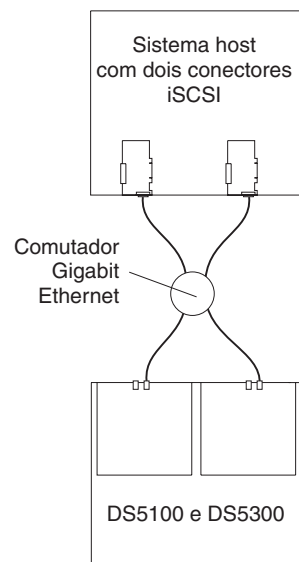

Figura 83. Exemplo de uma configuração de um único host com múltiplas portas
- Configuração de um único host com múltiplas portas, como mostrada na Figura 83
A Figura 83 mostra um exemplo de configuração de um único host com múltiplas portas. Um sistema que usa múltiplas portas iSCSI pode fornecer melhor desempenho em comparação com uma conexão iSCSI com uma única porta.